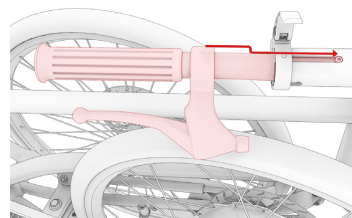
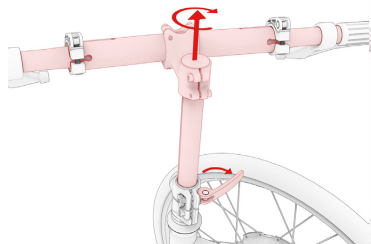

Fig. 1.3
Fig. 1.4
- ⑤ Abra la liberación rápida en el tronco del manillar (Fig. 1.3). Tire del manillar hasta el tope. Ahora gire el manillar 90 grados en sentido contrario a las agujas del reloj. Baje el manillar unos 2 cm y preste atención a la escala del tronco del manillar (Fig. 1.4).